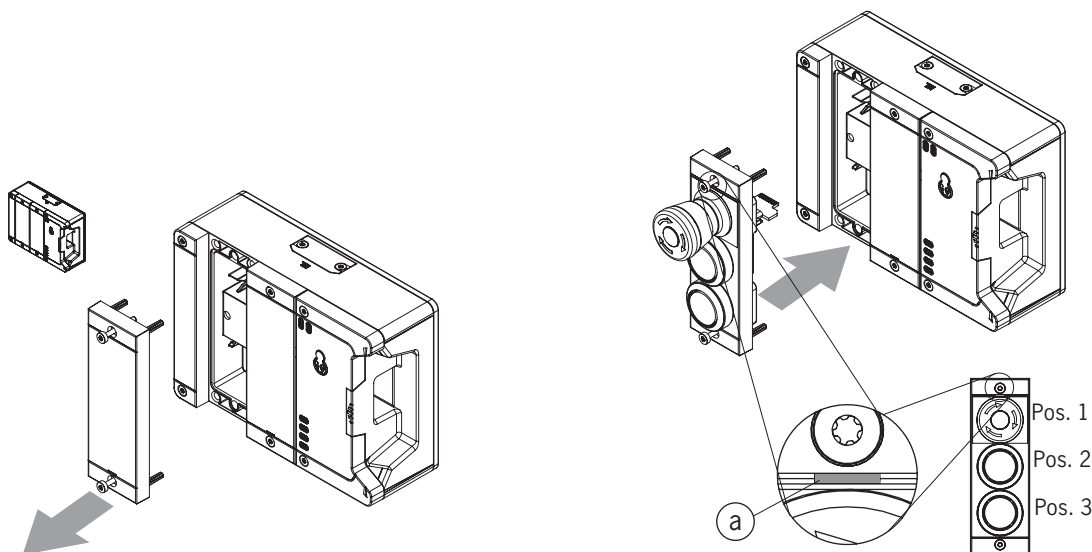

Fig. 10 : Montage d'un sous-module
- Tenir compte de l'orientation du sous-module. Voir le repère (a) sur la Fig. 10 : *Montage d'un sous-module*. Les sous-modules peuvent être pivotés également de 180°. Le repère (a) indique toujours la première position équipée. Dans l'exemple ci-dessous en l'occurrence la position de l'arrêt d'urgence S1.